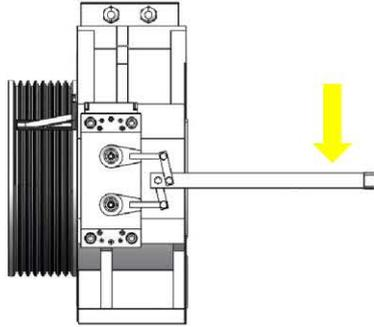

图 8-1-1 松闸手柄连接示意图
- 2) 按照（图 8-1-1）方法分别与左右制动器链接；向下旋转松闸手柄（8-1-2），即可将制动器打开。